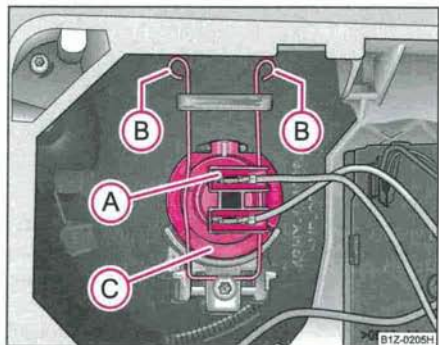

Fig. 220 Dépose de l'ampoule pour feu de croisement
- Débranchez la fiche (A) ⇒ fig. 220.
- Poussez l'étrier en fil de fer (B) en direction du phare puis décrochez-le en le tirant sur le côté.
- Sortez l'ampoule (C) et mettez-en une neuve de sorte que les ergots de fixation du socle de l'ampoule viennent prendre dans les découpures du réflecteur.